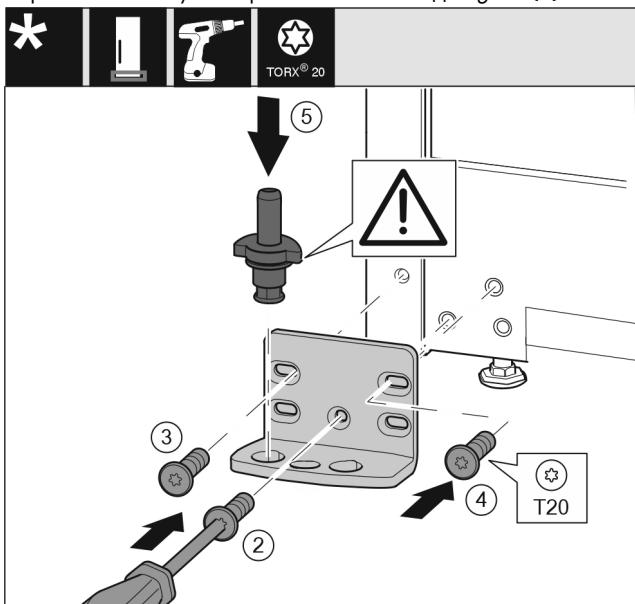

Fig. 20
- Встановіть опорний кронштейн з іншого боку і закріпіть гвинтами за допомогою викрутки T20. Почніть із гвинта 2 знизу посередині. Fig. 20 (2)
- Закрутіть гвинти 3 та 4. Fig. 20 (3,4)
- Вставте цілком опорний гвинт. При цьому виступ фіксатора повинен бути спрямований назад. Fig. 20 (5)